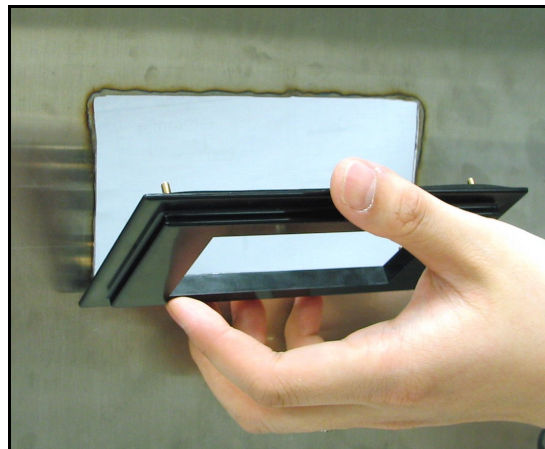

Abbildung 17: Einsetzen der Adapterplatte
2. Setzen Sie die Adapterplatte in den Tafelausschnitt ein (siehe Abbildung 17).